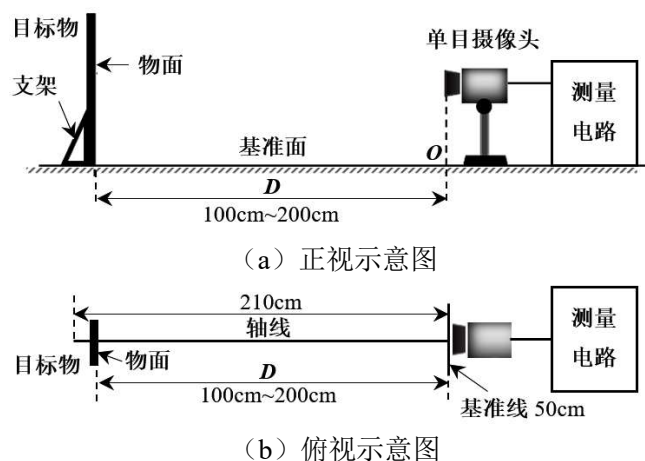
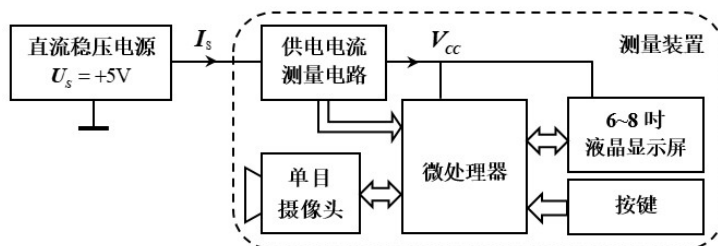

图 1 基于单目视觉的目标物测量系统组成
图 2 测量装置组成框图
设计制作基于单目视觉的目标物测量装置，用于测量并显示基准线到目标物的距离 D （见说明）、目标物平面（简称物面）上几何图形的边长或直径 x ，测量系统组成如图 1 所示。测量电路和单目摄像头组成测量装置，如图 2 所示，由外
(1) **限制规定：**本题只能使用一个摄像头（类型和性能不限），不得利用视觉测距类商品进行改装，不得利用超声、激光、毫米波测距雷达等非视觉方式测距，测量装置不得使用 PC 机（含笔记本电脑、平板电脑等）。自制图 2 中的供电电流测量电路时，不得使用商品模块。违者不予测试。
(2) **测试场地：**测试场地为基准面上相互垂直的两条黑色线（线宽约 5mm），分别为长 210cm 的轴线（线上无刻度）、长 50cm 的基准线，如图 1（b）所示。
（4）**目标物与摄像头摆放：**目标物面标记点在基准面上的垂直投影点始终落在轴线上。除发挥部分第（4）项外，目标物面在基准面上的投影线均垂直于轴线。摄像头始终固定在图 1（b）中的 O 点处。